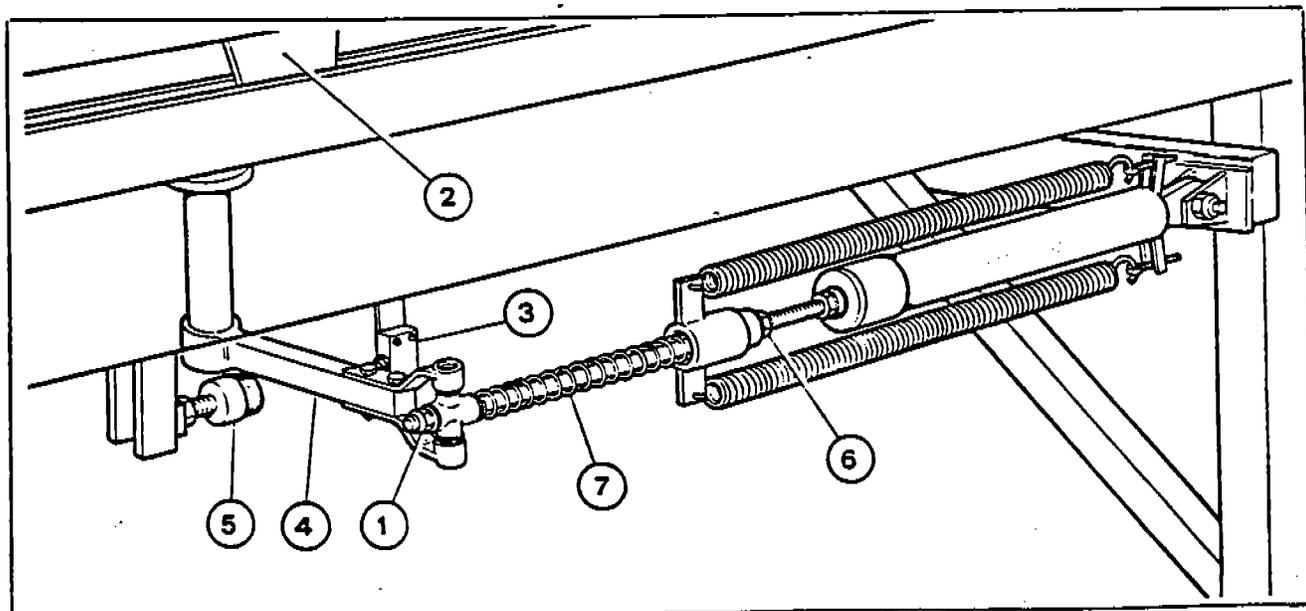

Fig. 50
- 1) Agendo sul dado (1-Fig. 50), regolare la massima apertura delle ganasce, cilindro tutto chiuso, in modo da consentire il passaggio libero delle lame bloccaggio convoglio (2-Fig. 50): gioco consigliato 4 mm (2 + 2).
Dopo detta regolazione, posizionare il microinterruttore (3-Fig. 50) in modo che sia azionato dalla leva (4-Fig. 50).
- 3) Controllare la luce esistente tra i ferodi delle ganasce. Questa deve corrispondere a circa 2 mm in meno dello spessore della lama (2-Fig. 50) di bloccaggio convoglio. Se necessario, regolare il tampone (5-Fig. 50) fino ad ottenere la giusta regolazione.
4) Se dopo aver eseguito le operazioni ai punti 1), 2), 3) la frenata risultasse insufficiente aumentare il tempo di frenata come descritto al punto 2.2.2. g). Se necessario agire sulla molla di regolazione pressione di frenata tramite i dadi (6-Fig. 50).
Verificare che a freno completamente chiuso, con convoglio in stazione, la molla (7-Fig. 50) non sia completamente compressa ma che ci sia della luce tra spina e spina in modo da evitare lo sneramento della molla stessa.